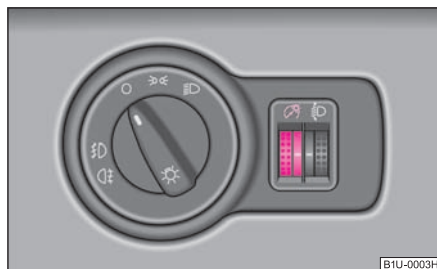

Fig. 47 Tabloul de bord:
- Rotiți regulatorul rotativ ⇒ fig. 47 pe intensitatea dorită a iluminării instrumentelor de bord. ■